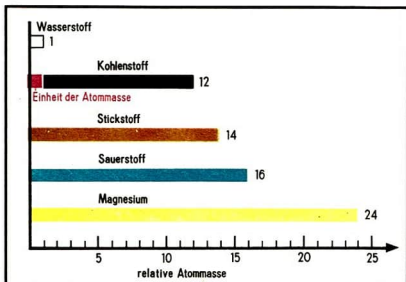

Abb. 46
Die relativen Atommassen sind für einige Elemente in Abbildung 46 grafisch dargestellt. ① ② (↗ S. 69)